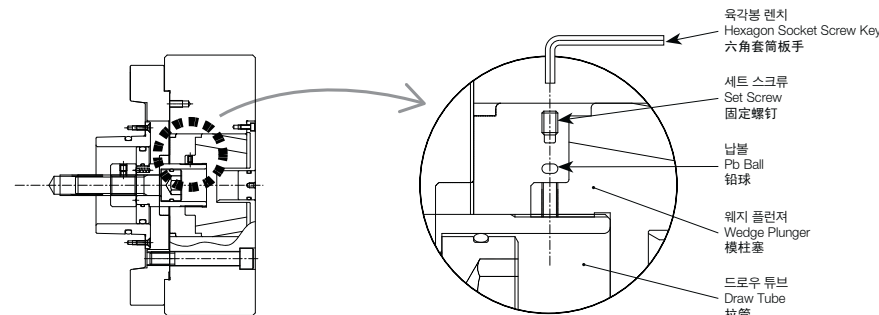

Fig.3
(1) 플런저에 드로우 튜브를 연결하여 주십시오. 척의 드로우 튜브는 별도로 포장되어 있습니다. 플런저 나사의 끝단을 스페너를 사용하여 체결하고 부속의 납 볼과 세트스크류를 아래 그림처럼 느슨하게 조여 주십시오. (Fig.3)
(1) Connect the drawtube to the plunger. Install the tube using the set screw and Pb ball. (Fig.3)
(1) 请联接柱塞拉管. 卡盘的拉管是单独包装. 一管另外包装用板手符紧 柱塞端部, 并将附属的固定片和六角孔螺丝按下图所示锁得松持些. (Fig. 3)